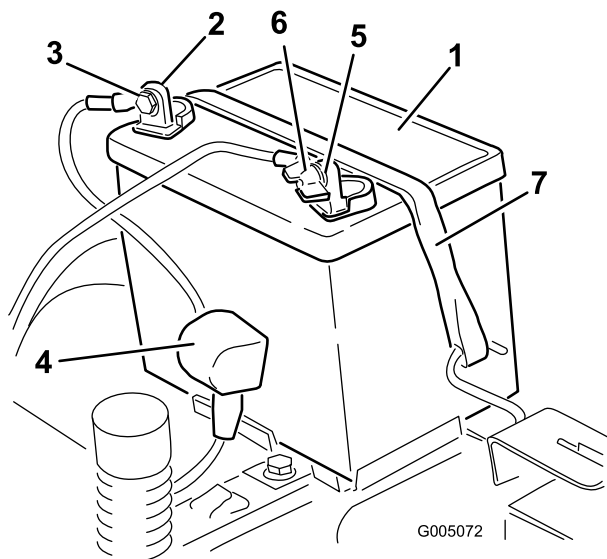

Bild 42
4. Klemmen Sie das Minuskabel (schwarz) vom Batteriepol ab (Bild 42).
6. Klemmen Sie das Pluskabel (Rot) vom Batteriepol ab (Bild 42).
7. Nehmen Sie die Batterieklemme ab (Bild 42) und heben Sie die Batterie aus dem Batteriefach heraus.
1. Setzen Sie die Batterie in das Fach (Bild 42).
5. Befestigen Sie die Batterie mit der Befestigung (Bild 42).